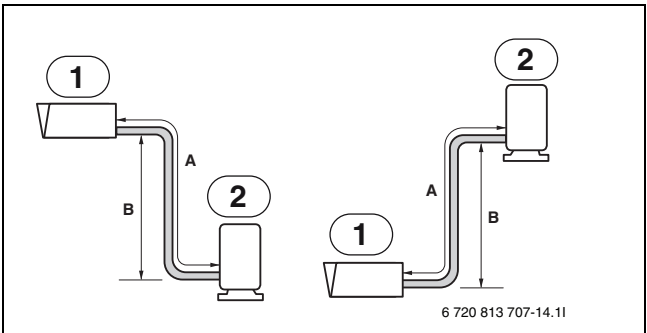

Bild 15
2. Festlegen der Rohrverlegerichtung: nach unten siehe (→ Abb. 15)